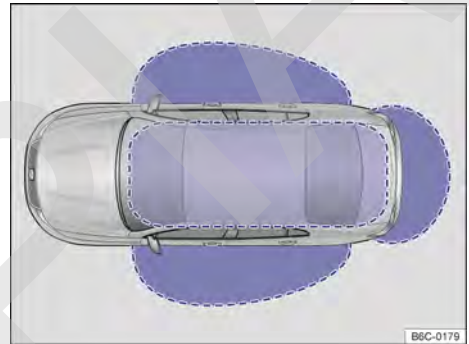

Fig. 54 Sistema de cierre y arranque Keyless Access sin llave: áreas de aproximación.
necesario que haya una llave del vehículo válida en el área de aproximación del vehículo → fig. 54. Al tocar la superficie del sensor en las manillas de las puertas delanteras → fig. 55 el vehículo se desbloquea o se bloquea → ①.
Cuando el vehículo está bloqueado y una llave del vehículo válida se encuentra en el rango de proximidad → fig. 54 de la tapa trasera, ésta se desbloquea automáticamente al abrirla.